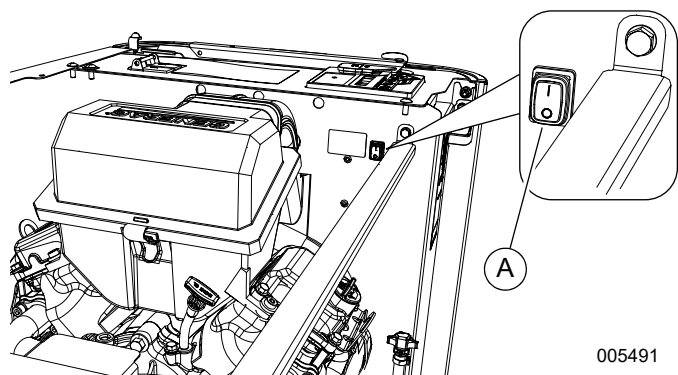

Figure 3-7. Interrupteur d'arrêt auxiliaire interne (14 à 24 kW)
Voir **Figure 3-7**. Les génératrices de 14 à 24 kW comportent aussi un interrupteur d'arrêt auxiliaire (A) placé à l'intérieur de la génératrice.